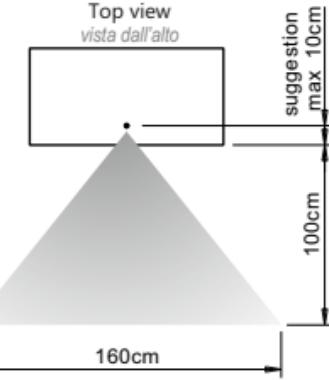

Fig.6
**OPERATION (Fig.6):**
The sensor detects changes in temperature combined with the movement of persons, animals and objects with a temperature of approximately 36°C within the radius of action, as shown in figure 6. The system remains in operation for the required time, after which, if no other movements are detected, it switches off automatically. The switch-off delay time can be selected by pressing the button (H) once until the signalling LED (I) flashes once for a 16 second delay (default selection), flashes twice for a 3 minute delay, or flashes 3 times for a 16 minute delay.
**BETRIEB (Abb.6):**
Der Sensor erfasst innerhalb seines Aktionsradius Temperaturänderungen, die durch die Bewegung von Personen, Tieren und Gegenständen mit einer Temperatur von etwa 36 °C entstehen, siehe Abbildung 6. Das System bleibt während der gewünschten Zeit in Betrieb. Werden dann keine weiteren Bewegungen wahrgenommen, schaltet es sich automatisch ab. Die Ausschaltverzögerung kann gewählt werden, indem die Taste (H) einmal gedrückt wird, bis die LED-Anzeige (I) 1 Blinksignal für 16 Sekunden Verzögerung (Standardeinstellung), 2 Blinksignale für 3 Minuten Verzögerung, 3 Blinksignale für 16 Minuten Verzögerung ausgibt.